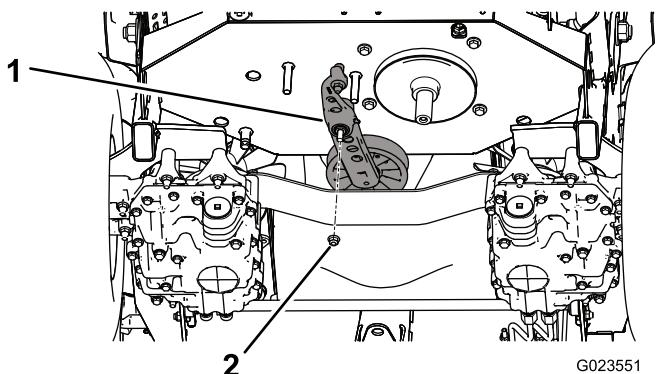

Figura 57
- Retire a porca que fixa o conjunto tensor à estrutura (Figura 57).